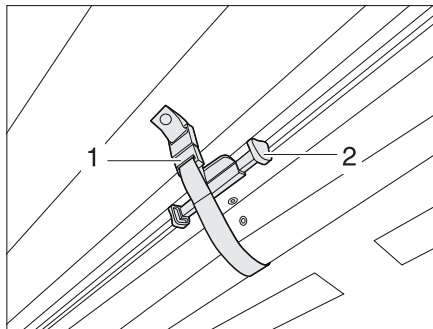

Fig. 13 Bloccaggio della tendina oscurante pieghevole del parabrezza
- Spingere in alto la tendina oscurante pieghevole del parabrezza afferrando l'impugnatura (Fig. 13,2) finché non si arresta. Bloccare con la chiusura a velcro (Fig. 13,1). La tendina oscurante pieghevole è ora bloccata.